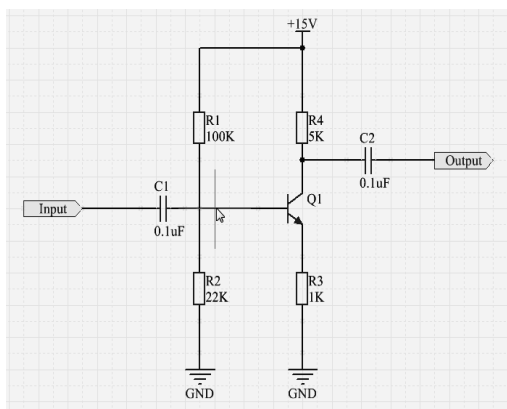
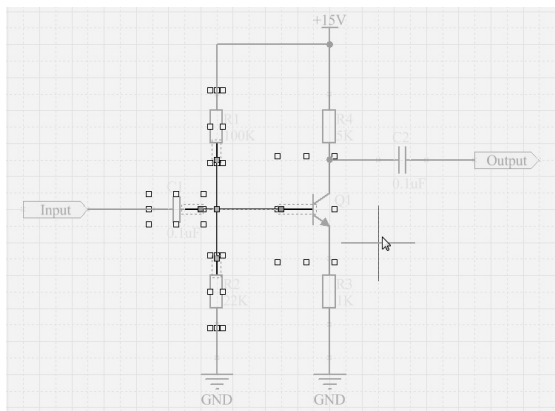

图 4-1-11 选择连接 C1、R1、R2 和 Q1 的导线
图 4-1-12 选中连接导线
(6) Edit → Select → Connection 命令。此命令的作用是选择“连接”或“连线”对象，即连接电路元器件的导线。以选择连接电容 C1、电阻 R1、电阻 R2 和三极管 Q1 的导线为例。
① 执行菜单命令 Edit → Select → Connection。
② 将鼠标指针移至如图 4-1-11 所示的导线上并单击，则与该导线连接的所有导线均被选中，如图 4-1-12 所示。